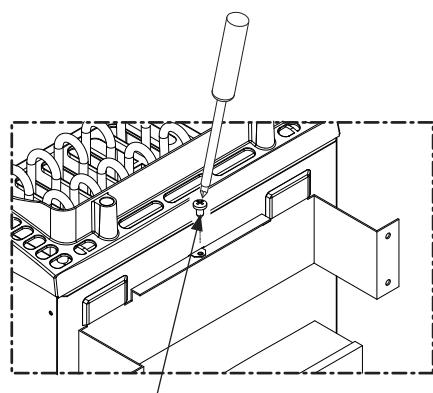

Abb. 6
- Den Saunaofen mittels Blechschiarube durch die am hinteren Ofenrand befindliche Bohrung an der Wandhalterung sichern(Abb. 6).